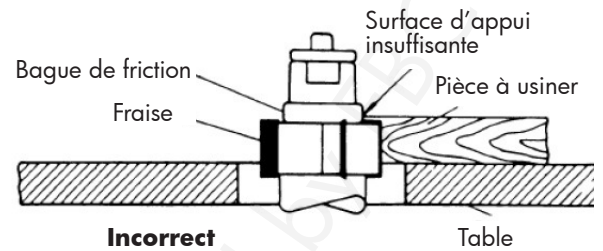

Fig. 13 : Fraisage avec une bague de friction et sans surface d'appui suffisante
- Une partie du bord de la pièce ne doit pas être touchée par la fraise, afin que la bague de friction ait une surface d'appui suffisante. La surface d'appui montrée sur la figure 13 est suffisante.